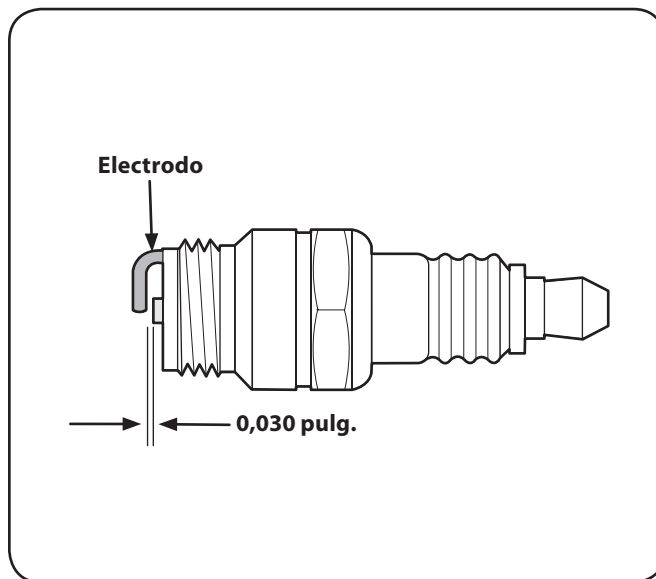

Figura 6-7
3. Mida la separación de bujía con un calibrador. Corrija de ser necesario torciendo el electrodo lateral. Vea la Figura 6-7. La separación debe establecerse en 0,030 pulg.